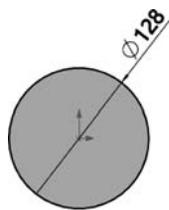

图 5-25 绘制草图 1
(1) 在上视基准面绘制草图,如图 5-25 所示。
(2) 单击【特征】选项卡上的【拉伸凸台/基体】按钮,会出现【凸台-拉伸】属性管理器。